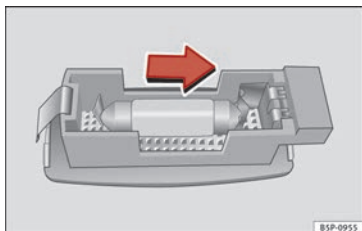

Abb. 201 Ausbau der Sonnenblendenleuchte.
- Hebeln Sie das Lampenglas mit einem Schraubendreher vorsichtig an der Vertiefung heraus, wie dies im Bild gezeigt wird »» **Abb. 201**.
- Nehmen Sie die Glühlampe in Pfeilrichtung heraus »» **Abb. 201**.